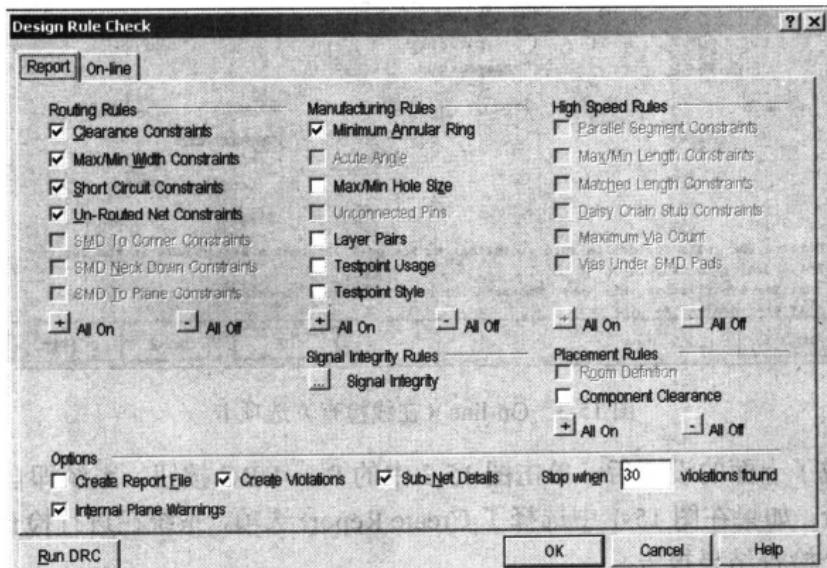
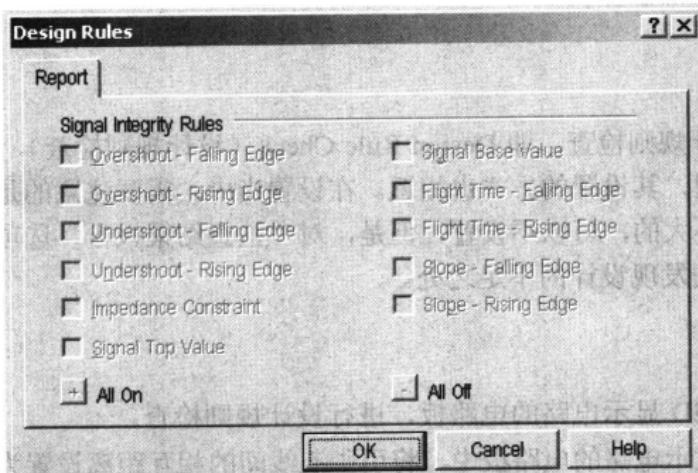
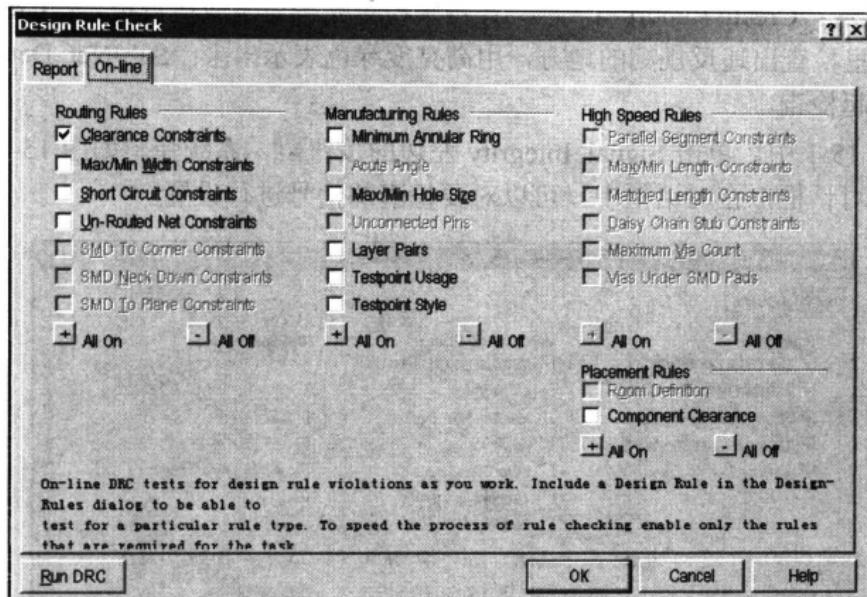

图 15-1 Design Rule Check (设计规则检查) 对话框
图 15-2 设置信号检查对话框
图 15-3 On-line（在线检查）选项卡
- (1) 运行 Protel 99 SE，打开 PCB 文件。
- (2) 执行 Tools|Design Rule Check 命令，系统弹出如图 15-1 所示的 Design Rule Check (设计规则检查) 对话框。DRC 对话框包括 Report 选项卡和 On-line 选项卡。其中，Report 选项卡用于设置以报表形式生成规则检查结果的各个选项，而 On-line 选项卡则用于设置以在线方式检查规则的各个选项。
在 Report 对话框中可以对 Routing Rules (布线规则)、Manufacturing Rules (制造规则) 和 High Speed Rules (高速规则) 进行设置。如果图 15-1 中的 Create Report 选项不选择的话，在执行了设计规则检查后，将不会产生检查结果报告。
- (3) 在图 15-1 中，单击 Signal Integrity 左边的按钮 ..., 系统弹出如图 15-2 所示的信号检查对话框，在对话框中，可以对要检查的信号进行设置。
- (4) 单击 On-line 标签，出现如图 15-3 所示的 On-line 选项卡，可以对设计规则的在线检查进行相应设置。这对手工布线是非常有用的。在手工布线过程中，可以让 DRC 在后台运行，实时的进行设计规则检查，以防止违反设计规则。On-line 选项卡的设置与 Report 的设置基本相同。
- (5) 在完成了上面的设置后，单击图 15-3 中的 Run DRC 按钮，系统即自动执行设计规则检查。如果在图 15-1 中选择了 Create Report 选项，系统在进行检查后，将自动产生一个检查结果报告。